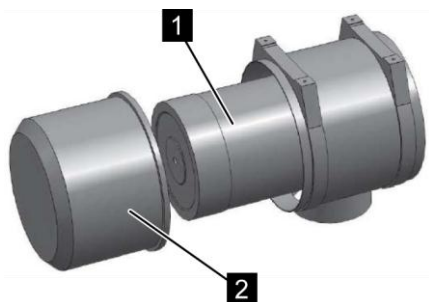

Рис. 68: Снятие крышки приемного фильтра
4. Снимите крышку приемного фильтра (Рис. 68/2).
5. Извлеките старый приемный фильтр (Рис. 68/1).
6. Вставьте новый приемный фильтр (Рис. 68/1).
7. Установите крышку приемного фильтра (Рис. 68/2).